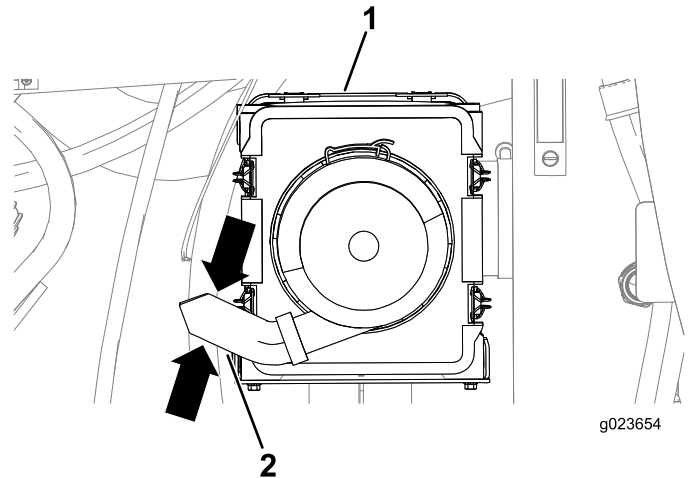

Figura 84
3. Apriete los lados de la válvula de polvo situada en la tapa del limpiador de aire para vaciar el agua, el polvo y la suciedad de la válvula (Figura 84).